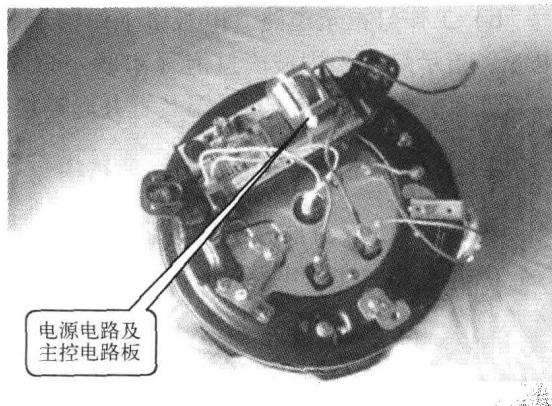

图 1-14 电源电路及主控电路板
**3) 电源电路及主控电路板** 电源电路及主控电路板的作用是为电饭煲电热盘提供交流 220V 的电压，并将 220V 交流电压经变压器降压、整流、滤波及稳压后提供 +13V 和 +5V 的直流电压，为驱动控制电路和微电脑供电。电源电路及主控电路板如图 1-14 所示。